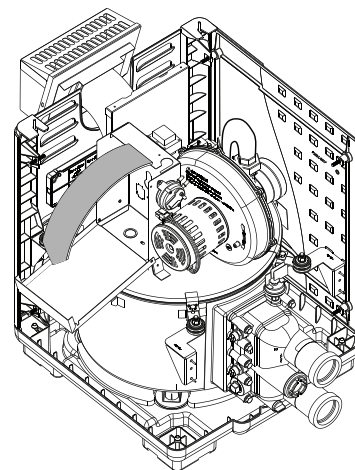

Figure 28.
- 3 Ouvrir le couvercle de la boîte de commande (voir la figure 28).